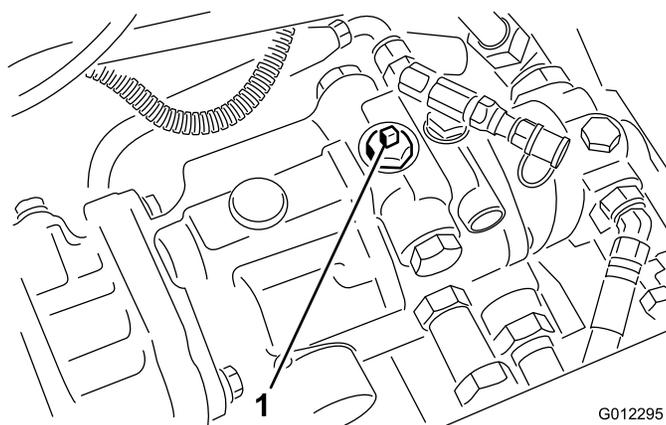

Figura 21
3. Gire la válvula de desvío 90 grados (Figura 21).